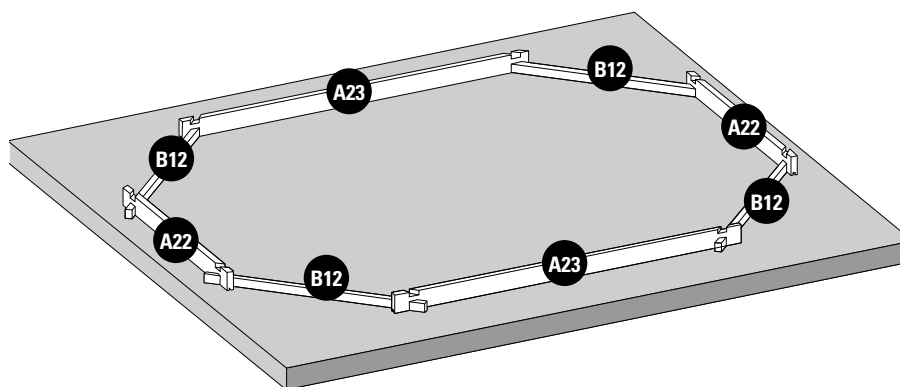

Fig. 1 / Abb. 1 / Afb. 1
**INSTALLATION OF THE FIRST LAYER OF BOARDS:** • Build the first layer placing boards (A22), (A23) and (B12) as shown by figure 1. • Adjust the shape of the pool using the inside dimensions indicated in the installation diagram (see page 44). • The drawing shows the inside dimensions of the pool for the different opposing diagonals. After having installed the first layer, you should check the inside dimensions of the pool.
**POSITIONNEMENT DE LA 1ÈRE RANGÉE DE MADRIERS :** • Constituez la première rangée, en disposant les madriers (A22), (A23) et (B12) comme indiqué sur la figure 1. • Ajustez la forme de la piscine en vous aidant des dimensions intérieures indiquées sur le plan d’implantation (Voir page 44). • Le plan donne les dimensions intérieures du bassin pour les différentes diagonales opposées.
**POSITIONIERUNG DER ERSTEN REIHE VON BRETTERN:** • Errichten Sie die erste Reihe, indem Bretter (A22), (A23) und (B12) platzieren, wie Abb. 1 zeigt. • Passen Sie die Form des Pools an, indem Sie die angezeigten Innenmaße verwenden, die in der Einbauzeichnung (Siehe Seite 44) aufgeführt sind. • Die Zeichnung zeigt die Innenmaße des Pools für die verschiedenen gegenüberliegenden Diagonalen.
**PLAATSING VAN DE EERSTE RIJ PLANKEN:** • Construeer de eerste rij door het plaatsen van planken (A22), (A23) en (B12) zoals te zien is op afbeelding 1. • Plan de vorm van het zwembad aan waarbij u gebruik maakt van de interne afmetingen die zijn aangegeven op het montageplan (Zie pagina 44). • Het plan geeft interne afmetingen van het zwembad aan voor de verschillende tegenover elkaar liggende diagonale lijnen.